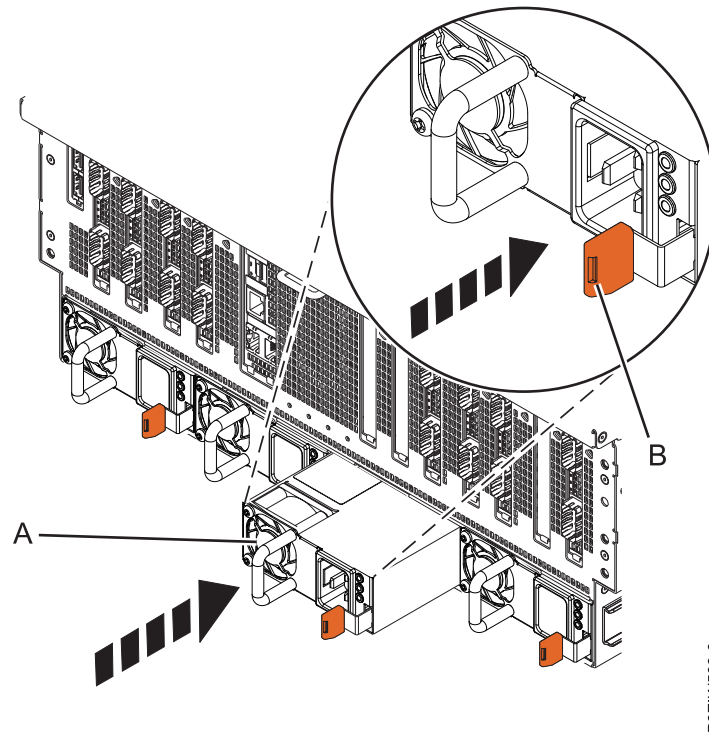

Figura 16. Sustitución de una fuente de alimentación del sistema
3. Alinee la fuente de alimentación (**A**) con la bahía y deslice la fuente de alimentación en el sistema hasta que el pestillo de color terracota (**B**) quede bloqueado en su sitio, tal como muestra la Figura 16 en la página 16.